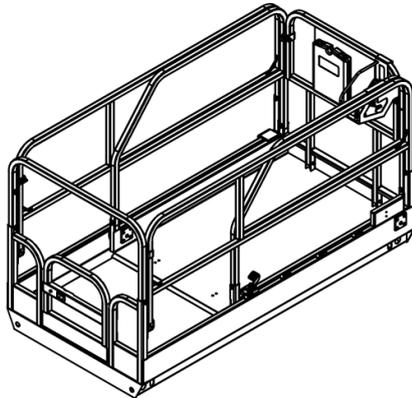

Abb. 4
- Abb. 4 zeigt die eingezogene Arbeitsbühne.